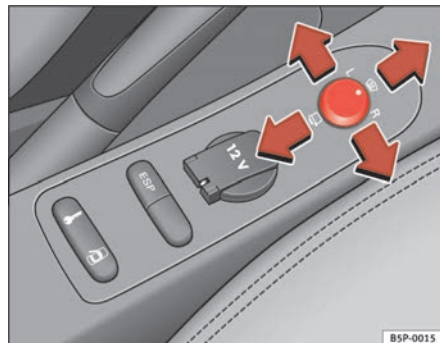

Fig. 90 Regolazione degli specchi retrovisori esterni
1. In primo luogo, ruotare la manopola ⇒ **fig. 90** portandola nella posizione **L (specchietto esterno sinistro)**.
- Per riscaldare gli specchietti retrovisori termici e per attivare la funzione parabrezza riscaldabile* nella zona di riposo delle spazzole, girare il comando in avanti sulla posizione centrale ⇒ **fig. 90 ①** ⇒ pag. 126
- Per far ripiegare su se stessi gli specchietti esterni si deve ruotare la manopola ⇒ **fig. 90** portandola nella posizione **☞**. Si consiglia di richiudere sempre gli specchietti esterni quando si porta il veicolo all'autolavaggio, altrimenti potrebbero danneggiarsi.